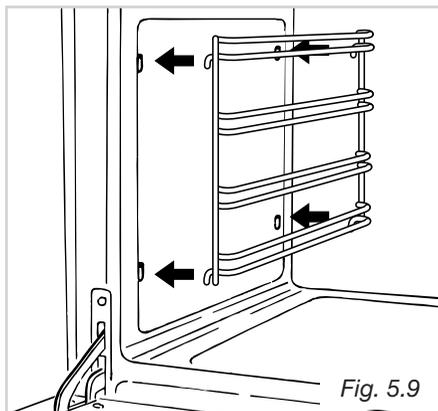

Fig. 5.9
- Agganciare i telai laterali ai fori delle pareti laterali dell'interno del forno (Fig. 5.9)